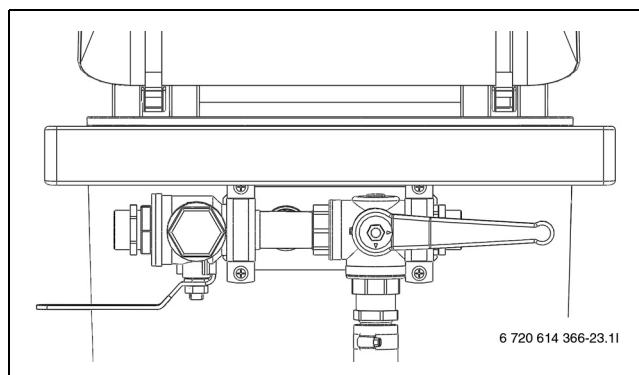

Fig. 16 Påfyllingsstasjon i påfyllingsposisjon
- Still ventilene til påfyllingsstasjonen på påfyllingsposisjon og fyll kretsen med kuldebærevæske (→ fig. 16).